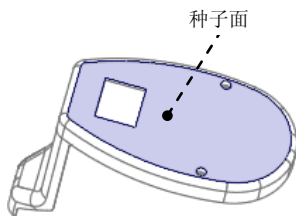

图 26.5 定义种子面
(1) 采用“种子面与边界面”的方法选取所需要的曲面。用户分别选取种子面和边界面后, 系统则会自动选取从种子曲面开始向四周延伸直到边界曲面的所有曲面(其中包括种子曲面, 但不包括边界曲面)。在屏幕右下方的“智能选取栏”中选择“几何”选项。
(2) 先选取“种子面”。选取图 26.5 所示的上表面, 该面就是所要选择的“种子面”。